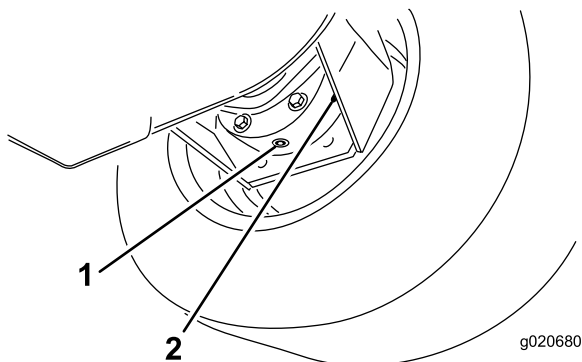

Figure 59
3. Placez un bac de vidange sous le carter de frein et enlevez le bouchon pour permettre à l'huile de s'écouler (Figure 59).